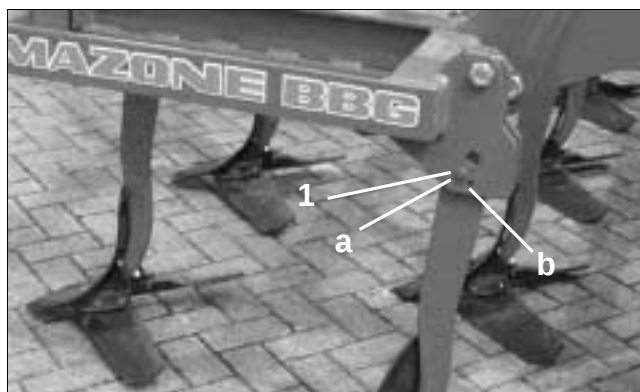

Fig. 13
- Møtrikken på sikringsbolt (Fig. 13/1) løsnes.